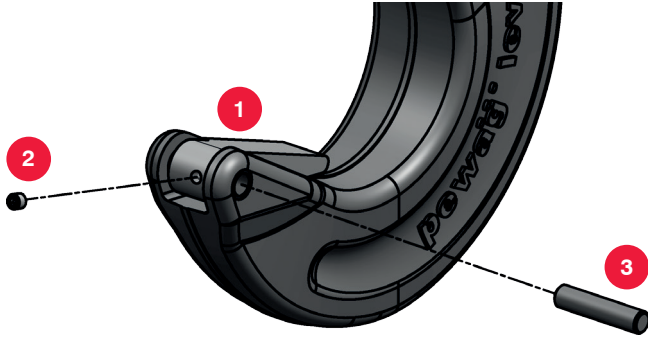
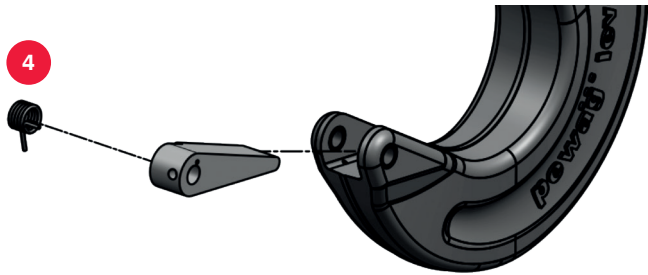

Bild 16
Bild 17
Klappen Sie die Sicherungsfallenscheibe (1) ganz ins Innere des Schwenkhakens und öffnen Sie die Sicherungsschraube (2) mithilfe eines Inbusschlüssels wie auf Bild 16 zu sehen. Schieben Sie die Achse (3) heraus. Nun können Sie die Sicherungsfallenscheibe (1) inkl. Feder (4) aus dem Haken herausziehen (Bild 17). Entfernen Sie die Feder.